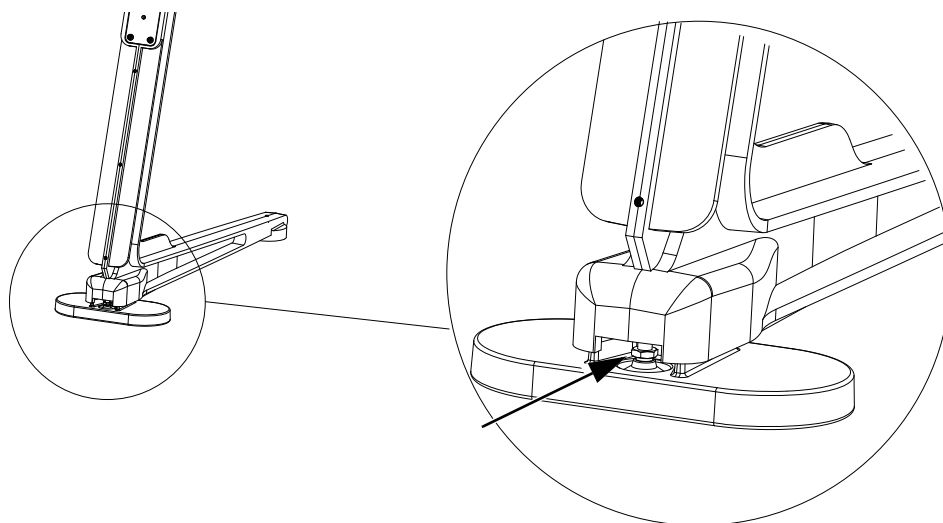

Figure 7. Écrou de réglage de hauteur de l'arrière d'un pied
- Munissez-vous de la clé à fourche de 13 mm (fournie avec les pieds) et ajustez l'écrou de réglage de hauteur de l'arrière des pieds (voir Figure 7). En regardant les pieds par dessus, tournez la clé dans le sens horaire pour les monter, ou antihoraire pour les baisser.